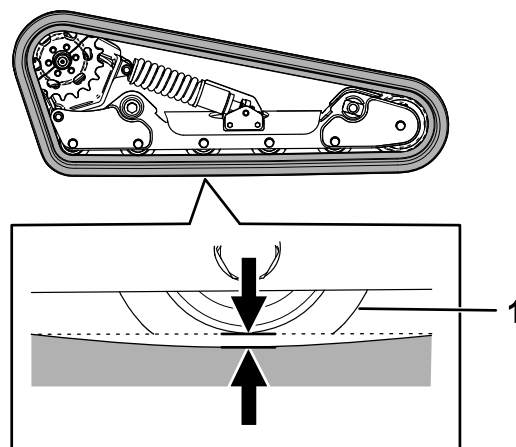

Figura 56
Sollevate/supportate 1 lato della macchina e, utilizzando il peso del cingolo, verificate che la distanza tra la parte inferiore del bordo della ruota non motrice e il cingolo sia pari a 13 mm, come illustrato nella Figura 56. In caso contrario, regolate la tensione dei cingoli eseguendo la procedura di seguito riportata.
- Utilizzando un cricchetto di trasmissione da $\frac{1}{2}$ ", ruotate la vite di tensione fino a quando la flessione del cingolo non è pari a 1,3 cm, come illustrato nella Figura 56.
- Verificate che la flessione del cingolo sia pari a 1,3 cm, come illustrato nella Figura 56. All'occorrenza regolate.
20. Utilizzando un cricchetto di trasmissione da 1/2", ruotate la vite di tensione in senso antiorario fino a quando la flessione del cingolo non è pari a 1,3 cm, come illustrato nella Figura 56.
25. Verificate che la flessione del cingolo sia pari a 1,3 cm, come illustrato nella Figura 56.